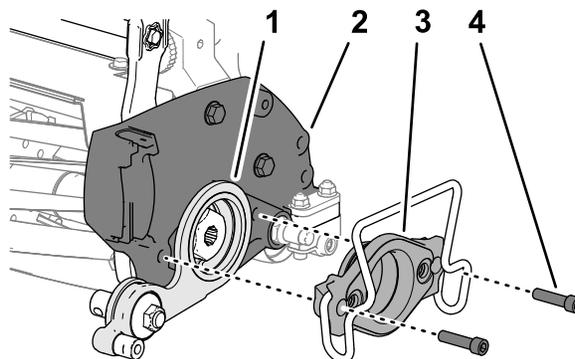

Figura 19
- Alinhe o conjunto do rolete na unidade de corte como se mostra em **Figura 19**.
- Alinhe a placa intermédia na placa lateral da unidade de corte como se mostra em **Figura 19**.
- Instale a montagem do motor na placa intermédia e na placa lateral da unidade de corte (**Figura 19**).
- Instale a montagem na placa (**Figura 19**) com os dois parafusos de cabeça sextavada interior